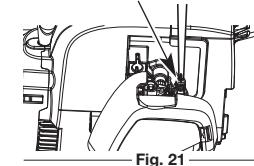

Fig. 21
La velocidad mínima del motor puede ser ajustada. Puede tener acceso al tornillo de ajuste de mínima a través de un orificio en la parte superior de la cubierta del motor (Fig. 21).
- Suelte el gatillo del regulador y deje que el motor funcione en mínima. Si el motor se para, inserte un destornillador Phillips pequeño en el orificio de la cubierta del motor (Fig. 21). Gire el tornillo de mínima hacia adentro, en sentido horario, de 1/8 de vuelta por vez (según sea necesario) hasta que el motor funcione en mínima suavemente.